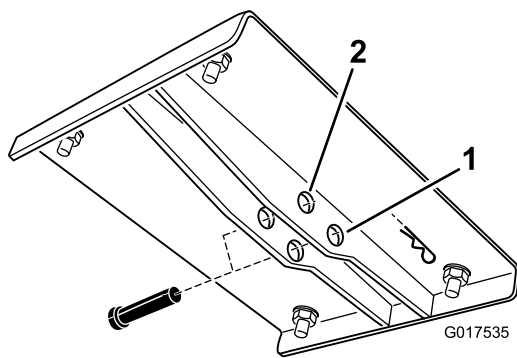

Bild 10
12. Die obere Hubhalterung hat zwei Lochreihen (Bild 10). Wählen Sie die Lochreihe in der Halterung für Elektrofahrzeuge.